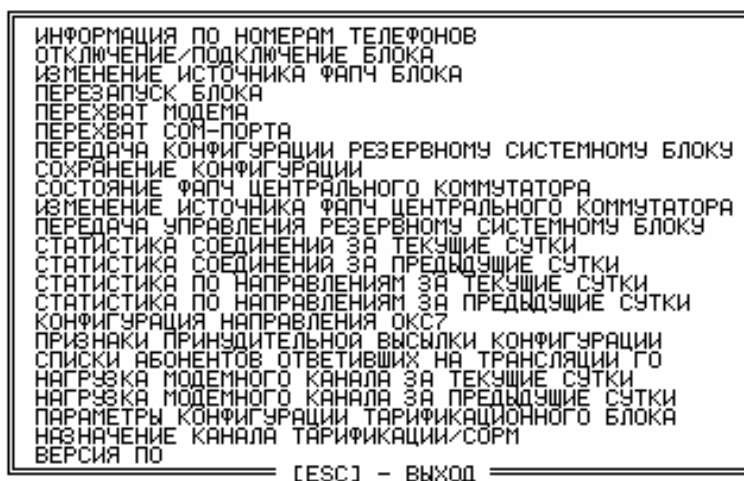

Рис. 14. Главное меню центрального коммутатора.
4.3. Конфигурирование направлений ОКС осуществляется с экрана центрального коммутатора, к которому БЛОК подключен. При нажатии клавиши <F2>, появится меню, показанное на рис. 14.